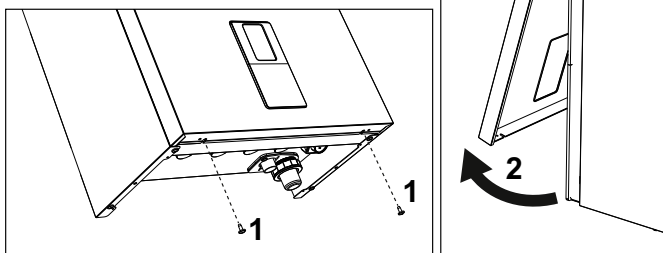

fig. 40- Deschiderea panoului frontal
1. Deșurubați șuruburile „1” (consultați fig. 40).